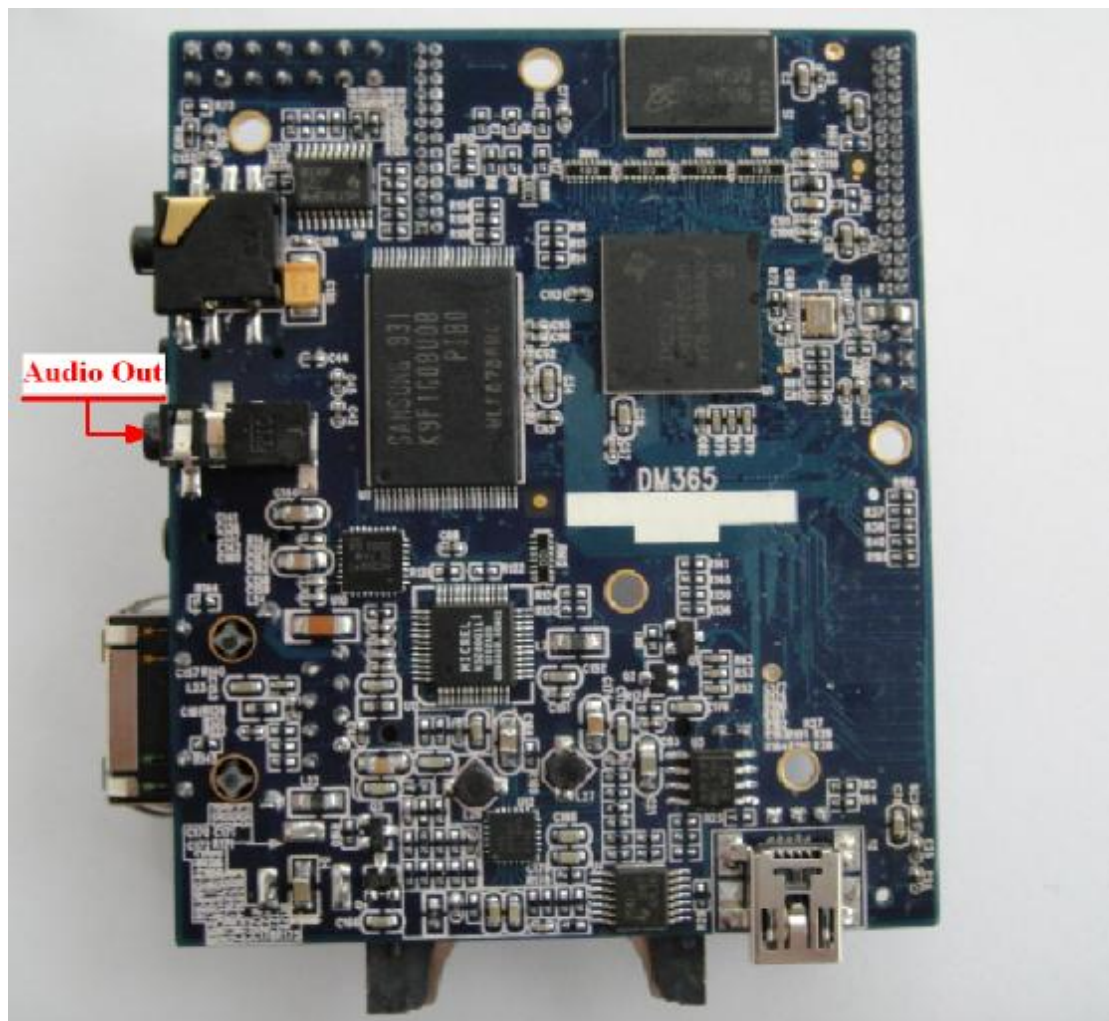

图 4-10 音频输出接口
10、 音频输出接口 (STEREO OUT) , 如图 4-10 所示